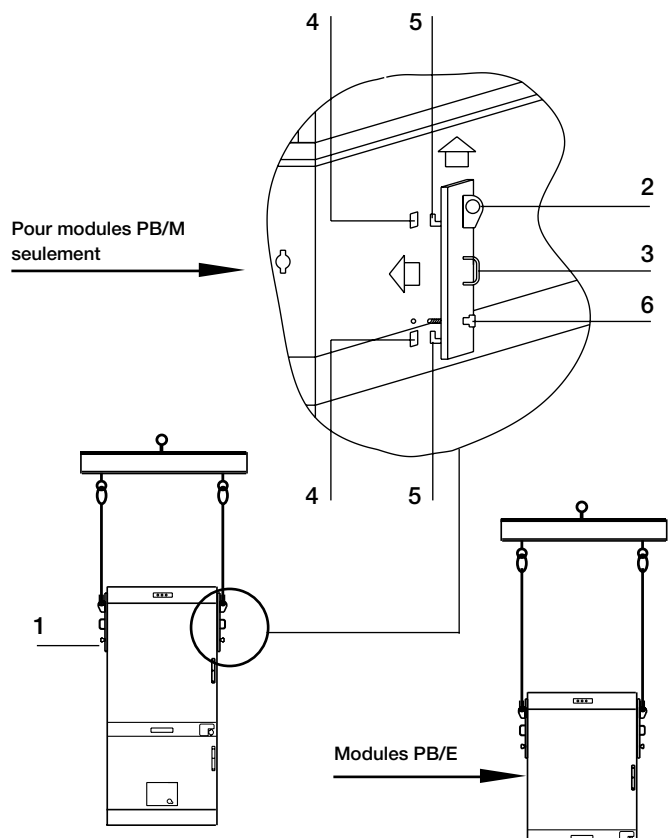

Fig. 3
Après avoir désemballé le module, soulever-le avec la grue, en utilisant les plaques à anneau destinés à cet usage (1) (fig. 3) ainsi que les câbles munis de mousquetons conformes aux normes de sécurité, en procédant de la manière suivante:
- saisir les plaques à anneau de levage par la poignée (3);
- mettre les crochets (5) dans les encastrements (4) qui se trouvent sur le panneau latéral du module et sur lesquels ont été collées des plaques adhésives;
Soulever le module avec le pont roulant, la grue mobile ou des vérins (fig. 3).